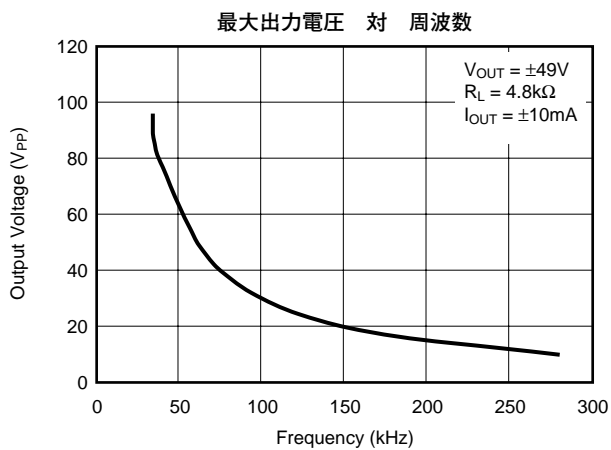

図 12
(5) 代表的特性曲線をご覧ください。
(6) 代表的特性曲線の「最大出力電圧 対 周波数」(図12)をご覧ください。